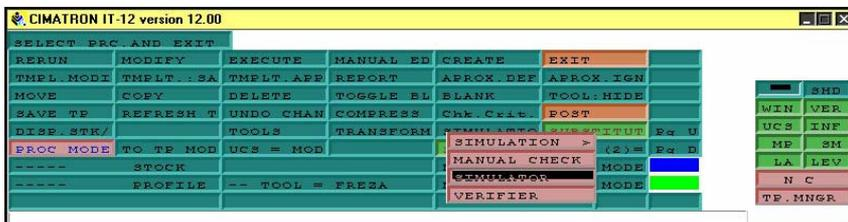

Рисунок 45
33. Нажимаем SIMULATION>>SIMULATOR (рис.45).